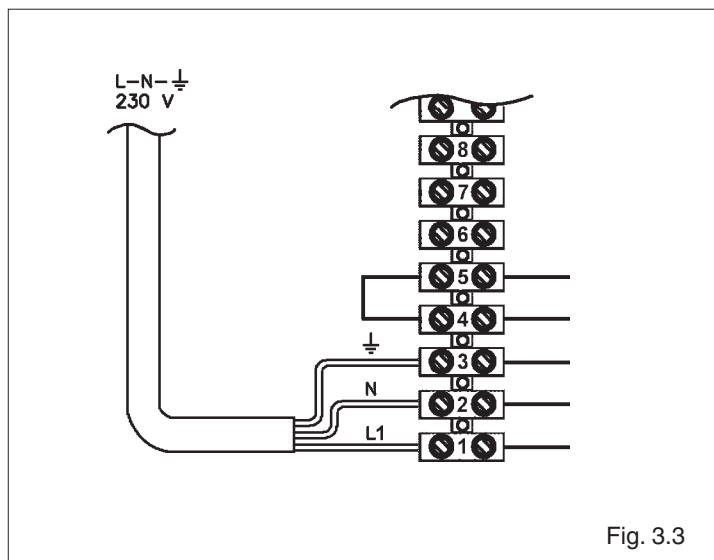

Fig. 3.3
- collegamento dell'alimentazione elettrica (fig. 3.3)